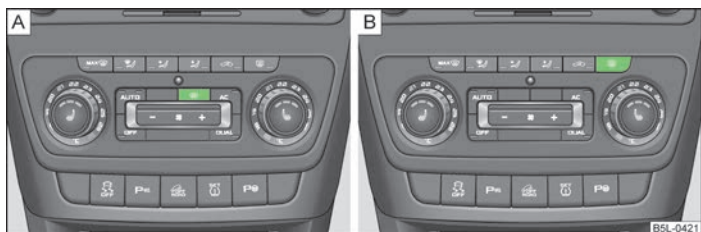

Fig. 34 Comutator pentru încălzirea parbrizului/Comutator pentru încălzirea lunetei
► Încălzirea parbrizului poate fi pornită respectiv oprită de la întrerupătorul  » fig. 34 - A - lampa de control din întrerupător se aprinde respectiv se stinge.
► Încălzirea lunetei poate fi pornită respectiv oprită de la întrerupătorul  » fig. 34 - B - lampa de control din întrerupător se aprinde respectiv se stinge.